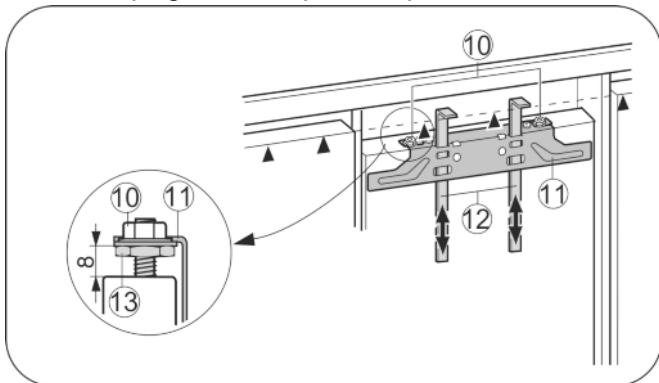

Fig. 28
- Pousser les gabarits de montage Fig. 28 (12) vers le haut à hauteur de porte du placard. Bord inférieur de butée ▲ du gabarit de montage = bord supérieur de la porte du placard à monter.
- Dévisser la traverse de fixation Fig. 28 (11) au moyen des contre-écrous Fig. 28 (10).